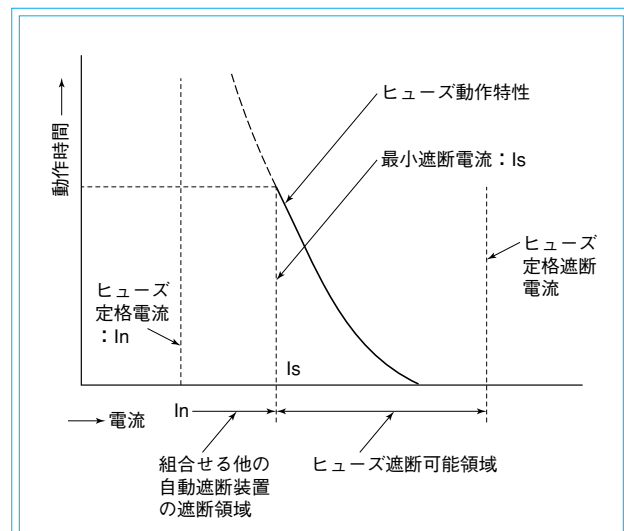

図2. 小電流遮断性能の区分説明図
(3) 最小しゃ断電流の選定方法：図2参照
①広域ヒューズは、バックアップヒューズより小電流長時間域まで遮断可能であるため、保護範囲が広くバックアップヒューズでは他の遮断器との動作協調がとりにくいところでも、この広域ヒューズを使用すれば保護レベルが向上します。
②汎用のCL形(形番一)、CL形(形番LB) 3.6kV 7.2kV G5-100A ヒューズが超広域の特性を有しており、又、CL形(形番一) 3.6kV 7.2kV G150-400Aは広域の特性を有しております。この2種類を用途に合せ
使い分け頂きますと、図2に示すヒューズ遮断可能領域が広くとれます。
ヒューズの最小遮断電流が定格電流の5倍以下程度であっても、高圧側の短絡事故であればほとんどの場合、短絡電流はヒューズの最小遮断電流以上となるため、高圧ヒューズ単独で遮断できます。また高圧ヒューズの小電流域については図2に示す通り、高圧側の引はずし装置付き高圧電磁接触器あるいは遮断器等と協調を取ることで、また低圧側の故障に対しては低圧ヒューズとか、ノーヒューズ遮断器で遮断して協調をとることによってカバーすることができます。